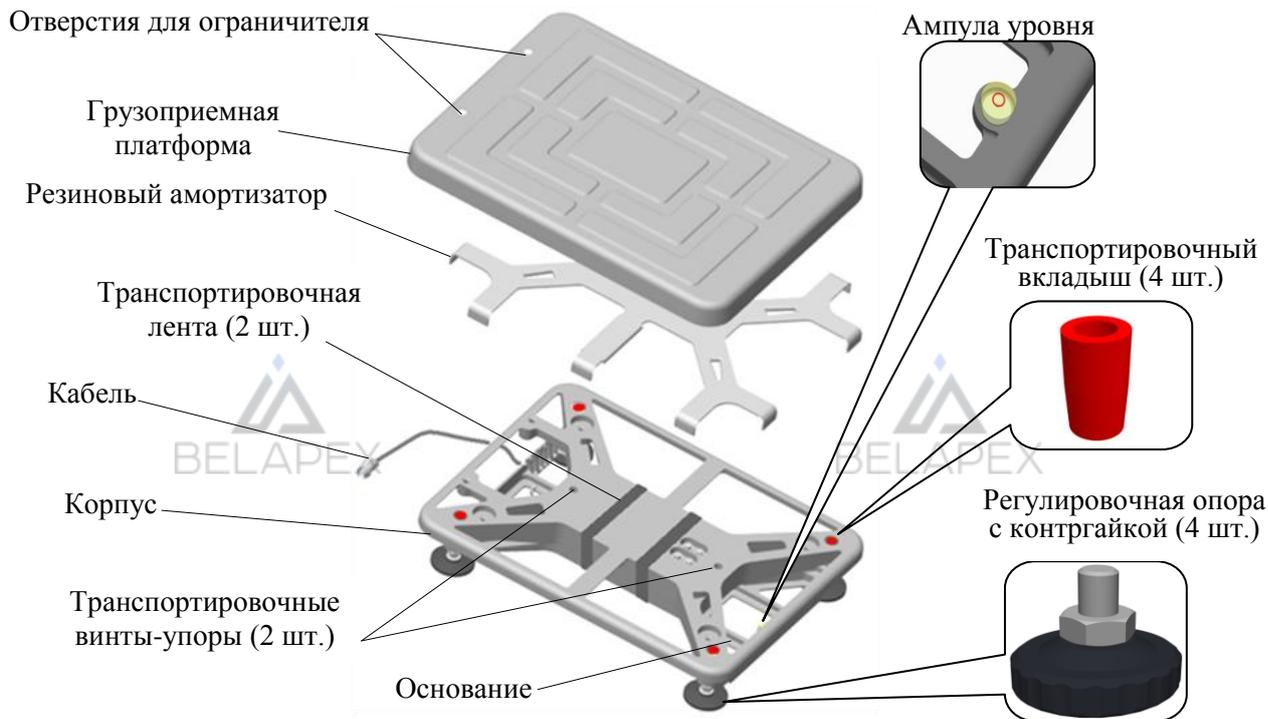

Рисунок 1 – Конструкция модуля
3.1.6 Переверните модуль и вверните регулировочные опоры (4 шт.) с помощью ключа шестигранного S4 (см. рис. 1).